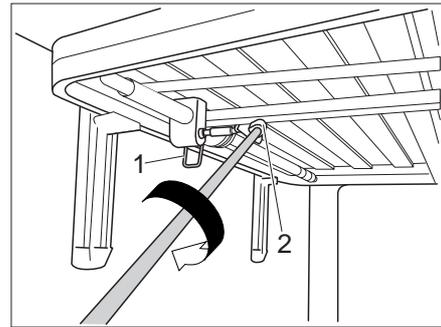

Bild 120 Höhenverstellung
- Sicherungshebel (Bild 120,1) lösen. Das Bett kann jetzt verstellt werden.
- Kurbel in die magnetische Vierkant-Aufnahme (Bild 120,2) schieben. Die Höhe des Bettes kann jetzt verändert werden.
- Kurbel aus der Vierkant-Aufnahme (Bild 120,2) ziehen und in der Halterung aufbewahren.